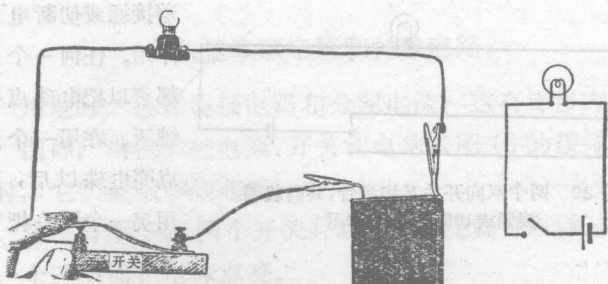

图 16 一种线路图(右)和电珠、开关和电池连接的方法(左)
3. 取一个干电池，几段较长的电线，两个带灯座的手电筒电珠和两个普通开关，按图 16 和 17 接成两种电路。在这两个图中，右面是线路图，左面表示实物的排列和连接方法。